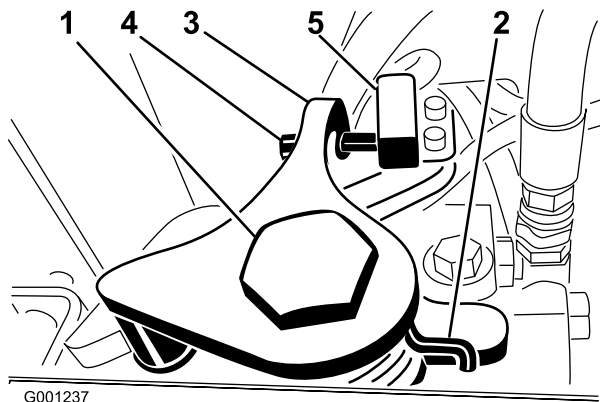

Bild 57
3. Lösen Sie die Befestigungsschraube gegenüber der Einstellnocke des Fahrtriebs (Bild 57).
7. Stellen Sie die Schraube am Neutral-Rücklaufarm (Bild 57) ein, bis der Abstand zwischen dem Schraubenende und dem Schalterkontakt 2,286 bis 3,048 mm beträgt.